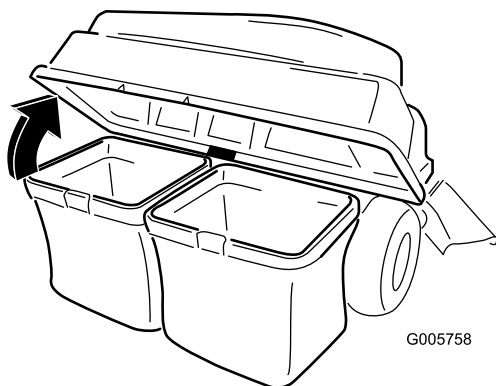

Figura 28
3. Deschideți (ridicați) partea superioară a sistemului de colectare (Figura 28).